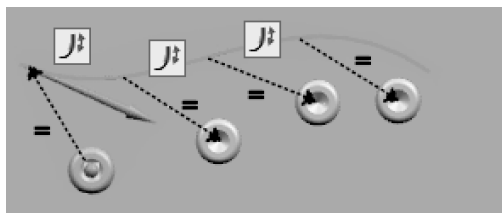

图 4-31 【刚性】路径方法
- 刚性：将输入特征的位置投影到路径的开始位置，然后沿路径进行投影。距离和角度维持在创建实例时的刚性状态，如图 4-31 所示。